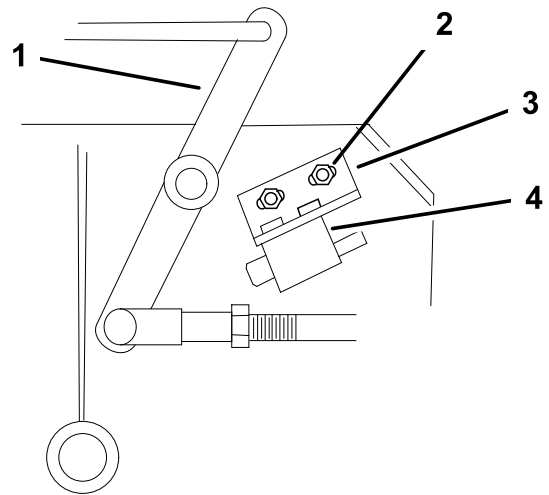

Figure 53
4. Le cas échéant, réglez le contacteur de sécurité des lames en desserrant les boulons de fixation du support du contacteur (Figure 53).
Remarque: Le levier coudé **ne doit pas** toucher le corps du contacteur, car celui-ci pourrait être endommagé (Figure 53).